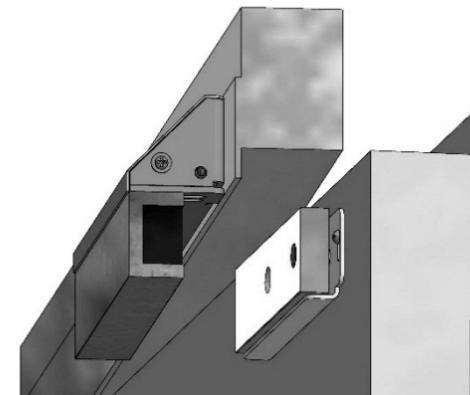

Рисунок 4 - Установка замка с монтажным
- MK AL-350FB-M-01 монтажный комплект для крепления корпуса замка на кронштейне (рисунок 4) (кронштейн, кожух и комплект крепежа);